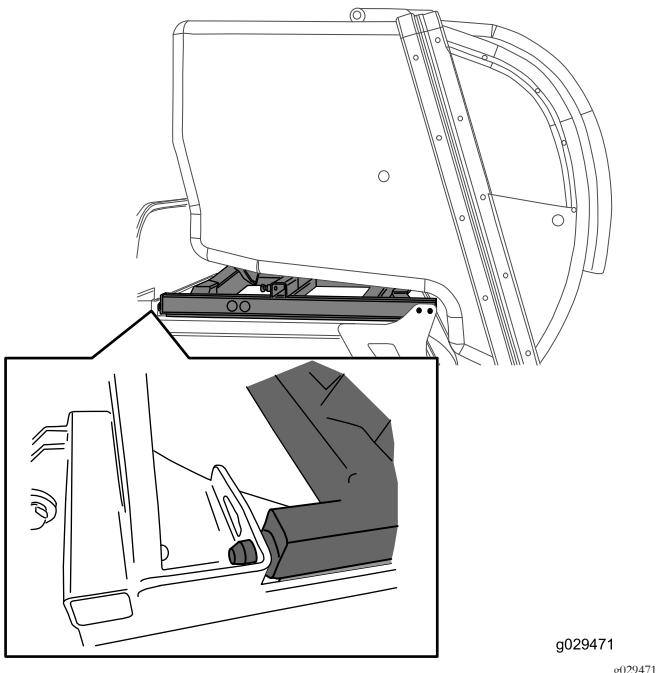

Figura 8
3. Sul lato sinistro della macchina, allentate la fascetta stringitubo sul flessibile della linea di sfiato e fate scorrere il flessibile verso il basso lungo il tubo in metallo (Figura 8). Serrate la fascetta stringitubo.
- Fate scorrere il gruppo di raccolta ad alto sollevamento in avanti, in modo che le linguette sulla parte anteriore del refrigeratore siano a livello della piastra sul telaio portante (Figura 7) e che le linguette sul telaio in acciaio del gruppo di raccolta ad alto sollevamento siano posizionate all'interno dei fori nel telaio portante, come illustrato nella Figura 8.